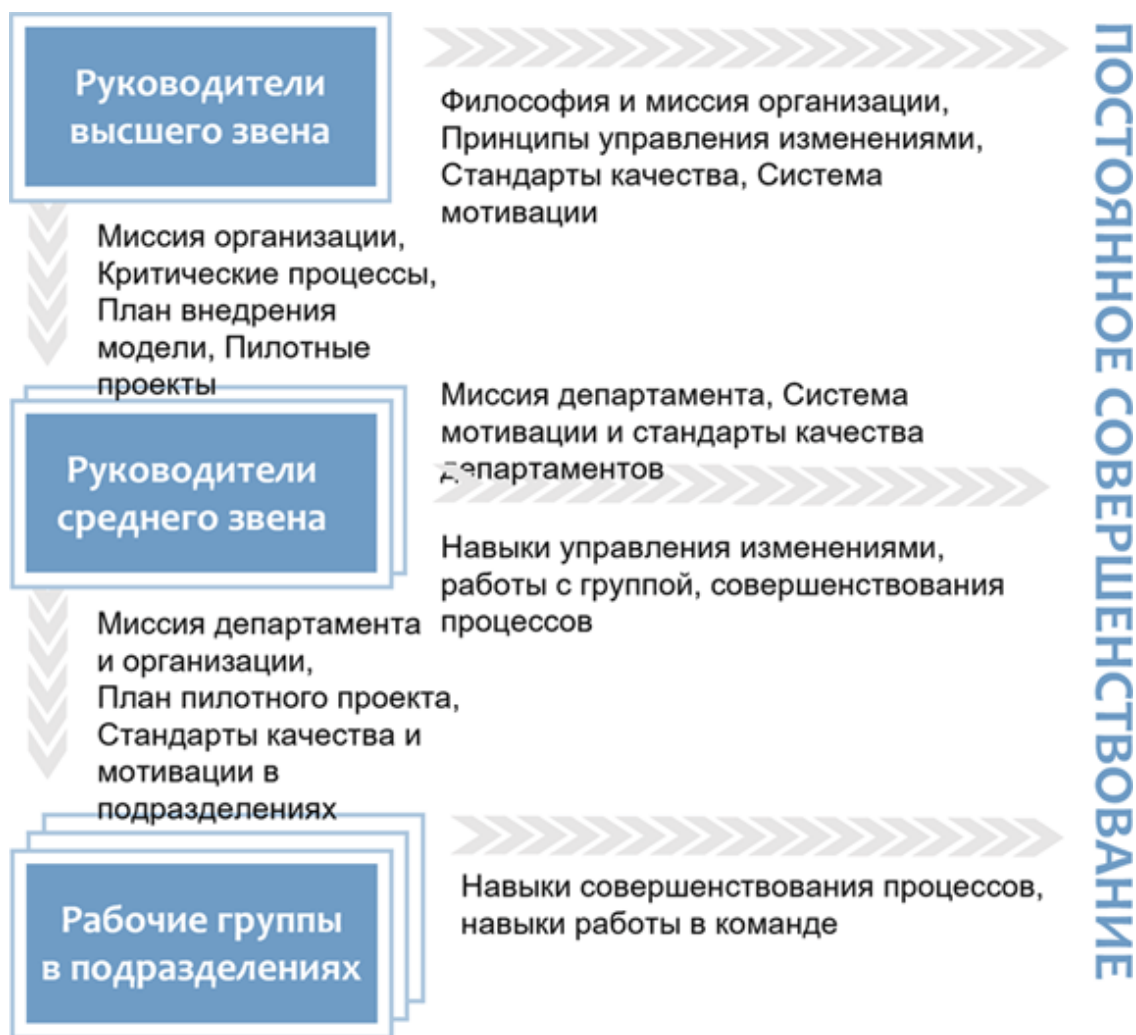

Рисунок 63 – Построение системы постоянного совершенствования
**Этапность внедрения.** Сначала организуются пилотные проекты в отдельных структурных подразделениях, бизнес-единицах, категориях товаров, затем происходит более широкое внедрение системы при положительных результатах предыдущего этапа, что дает возможность безболезненной остановки начатых изменений и продолжения их в будущем без потери предыдущего эффекта (см. Рисунок 63).